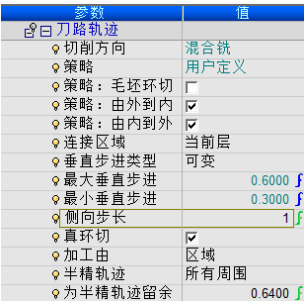

图 3-136 刀路轨迹参数（1）
- 展开“刀路轨迹”选项，设置“切削方向”为“混合铣”、“策略”为“用户定义”；取消“策略：毛坯环切”复选框，设置“垂直步进类型”为“可变”、“侧向步长”为“1”，选中“真环切”复选框、“加工由”为“区域”；其他参数如图 3-136 所示。